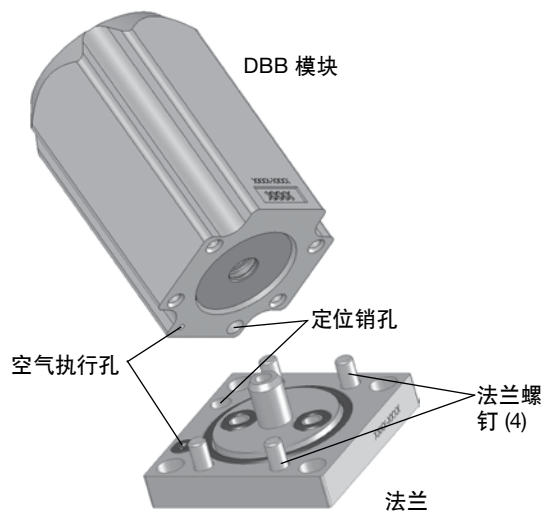

图 6
3. 把新法兰上的**空气进口**和**定位销孔**与 DBB 模块底部的相应部分对准。参见图 6。